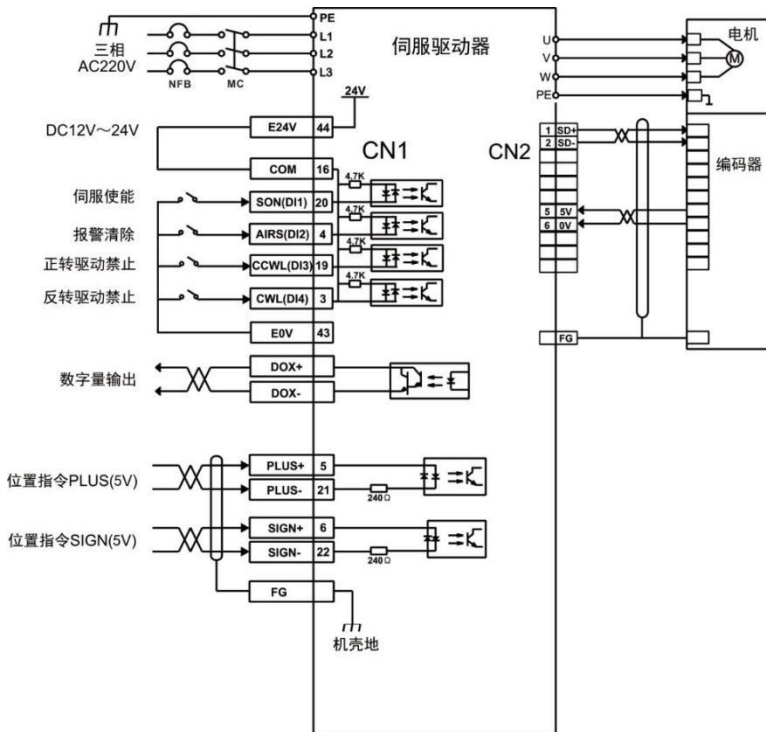

图5.2 位置模式接线图
- 3) 参考图5.2配线说明连接CN1端子中的脉冲方向输入和脉冲指令输入以及所需的DI/DO信号，如同伺服使能，报警清除，定位完成信号等。